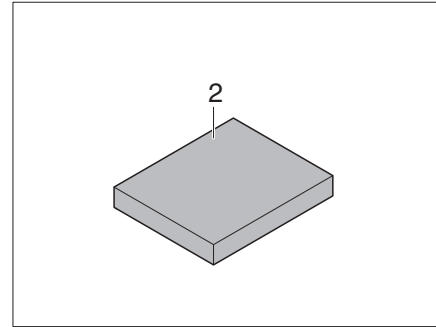

Fig. 189 Cojín adicional
- Poner el cojín adicional (Fig. 189,2) en el centro de la mesa.